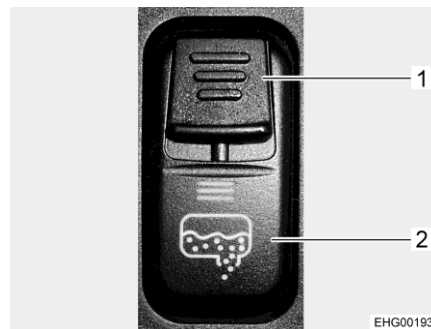

Fig. 156 Interruttore a bilico (rubinetto di scarico)
Il rubinetto di scarico per il serbatoio delle acque grigie viene aperto e chiuso tramite un interruttore a bilico della console interruttori nella cabina di guida. Per evitare l'apertura inavvertita del rubinetto di scarico, l'interruttore a bilico è dotato di un cursore di sicurezza (Fig. 156,1). Il tubo di scarico con collegamento per un tubo di gomma per lo scarico si trova sotto al veicolo.
- Spostare verso il basso il cursore di sicurezza (Fig. 156,1) sull'interruttore a bilico (Fig. 156,2) e, contemporaneamente, premere in basso l'interruttore a bilico. In questo modo la valvola delle acque grigie viene aperta e il serbatoio delle acque grigie svuotato. Il LED si accende e resta acceso fino a quando il rubinetto di scolo delle acque grigie è aperto.
- Dopo il deflusso completo delle acque grigie, richiudere il rubinetto di scarico. A tal fine premere verso l'alto l'interruttore di comando (Fig. 156,1).